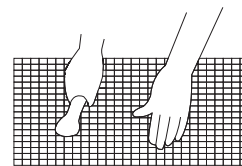

Рис. 1
- 2) Демонтируйте угольный фильтр и удалите пыль с его поверхности (рис. 1).